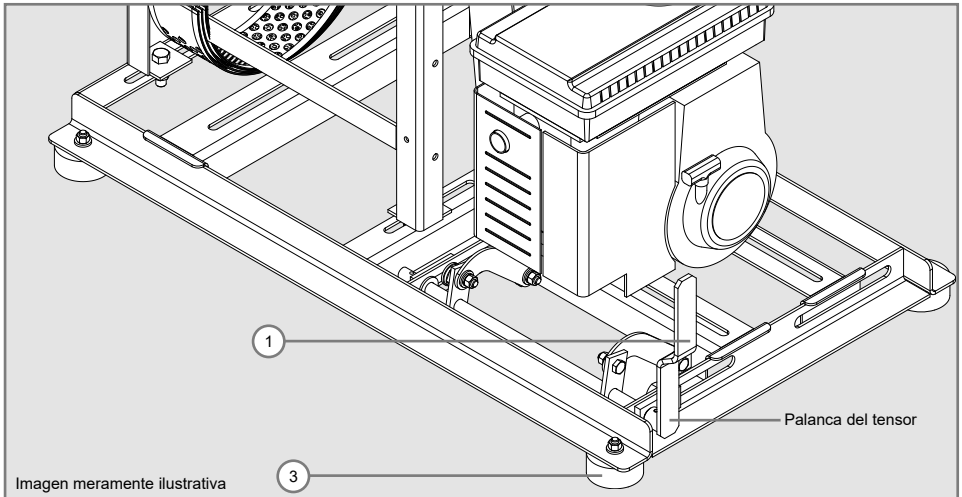
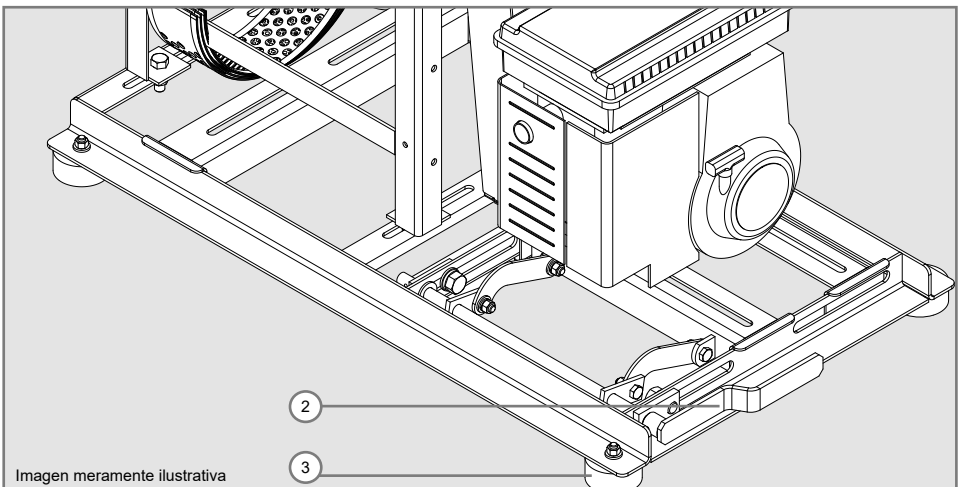

Figura 1
Figura 2
El motor solo debe arrancarse si la palanca del tensor de la correa está en la posición de alivio (1) como se muestra en la Figura 1, es decir, sin estirar la correa como se muestra arriba, luego en esta posición encienda el motor y después de alcanzar su velocidad máxima, empuje la palanca del tensor de correa a su posición (2) de acuerdo con la Figura 2, moviendo el motor sobre la base y verificando si las correas se tensarán según la operación del triturador. La palanca del tensor de correa solo se puede tensar cuando el motor está en pleno funcionamiento; si el motor está apagado, podrá dañarlo. Utilice siempre el cojín de goma (3) que se suministra desmontado y debe montarse en la base universal cuando utilice el equipo. Al tensar las correas, si nota alguna situación anormal, apague el motor y comuníquese con un servicio de Asistencia Técnica TRAPP.